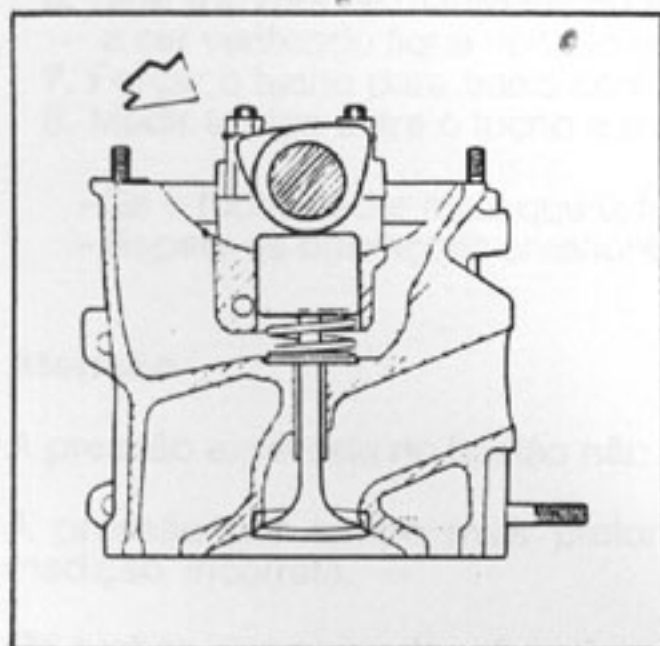

Fig.68 - Posição dos Cames do 1º Cilindro
- Posicionar a árvore de comando de válvulas no cabeçote, com o par de cames referente ao 1º cilindro voltado para cima (fig.68).